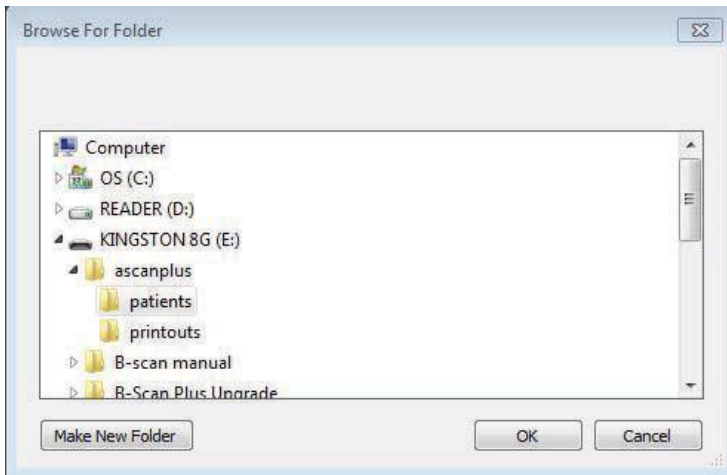

Figura 5-12: Explorador de Windows para localizar carpeta de exámenes
2. Se abrirá la ventana del explorador de Windows, como se muestra abajo en la figura 5-12. Desde el explorador, localice la carpeta donde desea almacenar nuevamente datos del examen.